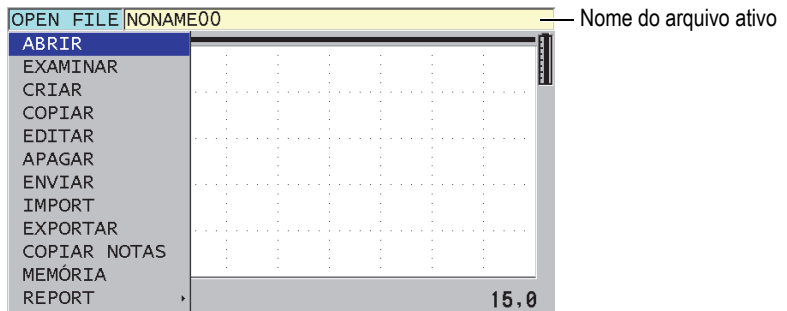

Figura 11-1 Nome do arquivo ativo exibido na barra de ID
O datalogger do 38DL PLUS é um sistema baseado em arquivos, onde um arquivo é aberto de cada vez. O arquivo ativo armazena uma medida em uma identidade (ID) baseada na localização de medida de espessura. Cada vez que a tecla [SAVE/SEND] é pressionada, o valor exibido é salvo no arquivo ativo na ID atual. O ID é automaticamente aumentado para a próxima medida. Quando se pressiona [FILE], o nome do arquivo ativo aparece na barra de ID acima do menu (ver Figura 11-1 na página 177).